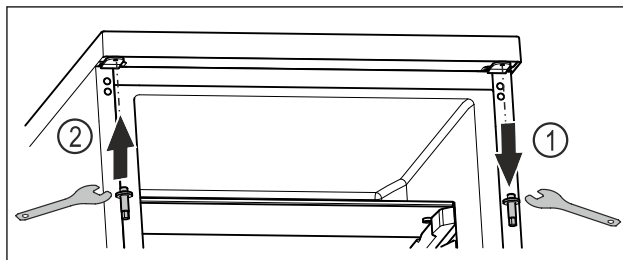

Fig. 15
- ▶ Odšroubujte horní čep imbusovým klíčem. Fig. 15 (1)
- ▶ Čep na opačné straně utáhněte imbusovým klíčem. Fig. 15 (2)